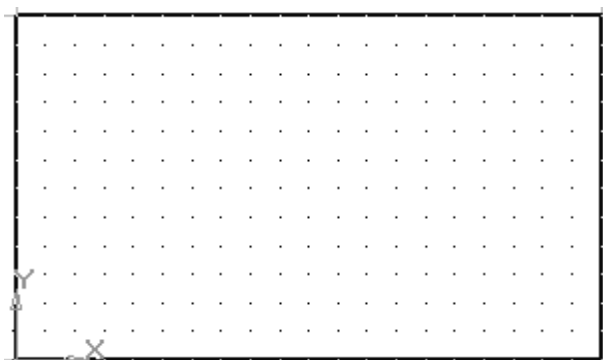

Рисунок 4.13 – Установка Локальной системы координат
13. Установите локальную систему координат (ЛСК) в левом нижнем углу габаритного прямоугольника главного вида (рисунок 4.13).